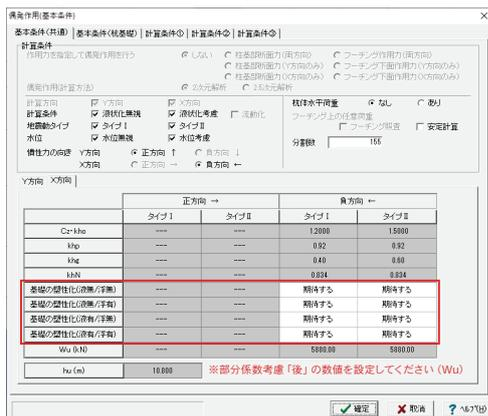

図1:基礎の塑性化 (液無/液有) 設定
### ②1)、2)の扱いは、「偶発作用」-「基本条件」-「基本条件 (共通)」画面の基礎の塑性化 (液無/液有) の「期待しない/期待する」の設定で使い分けるように変更 (図1)